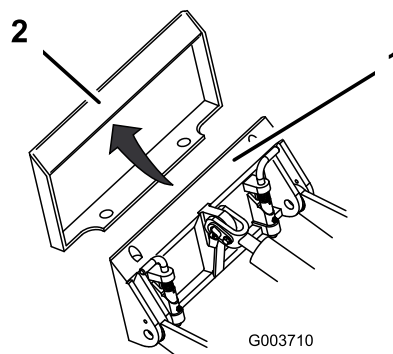

Bild 20
- Positionieren Sie die Befestigungsplatte am oberen Rand der Aufnahmeplatte am Anbaugerät (Bild 20).